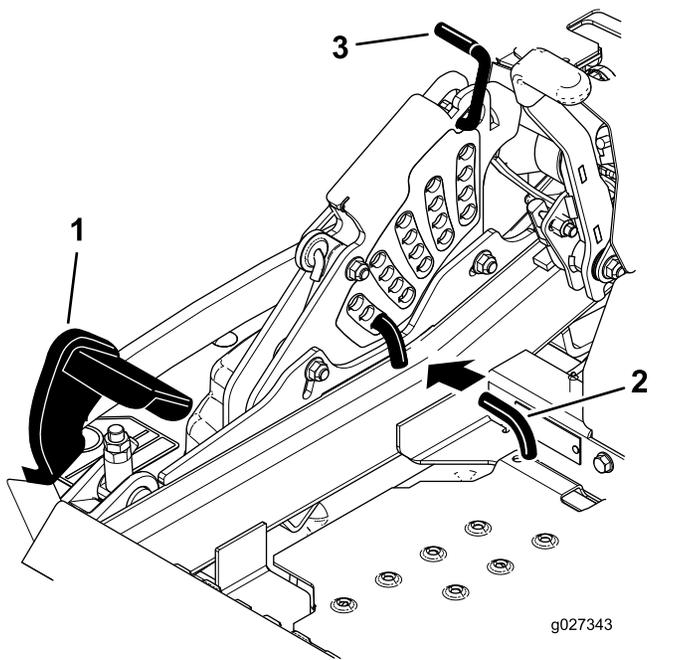

Figura 88
5. Empuje el pedal de elevación de la carcasa hacia delante del todo, hasta que la carcasa se enganche en la posición de transporte de 14 cm (5½") (Figura 88).